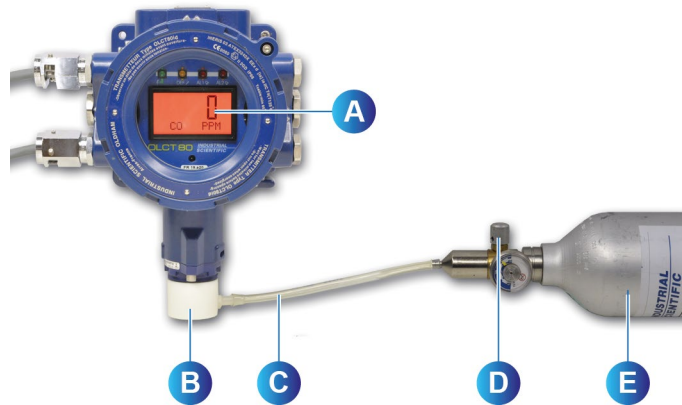

图 59: 测试零点
2. 将校准罩放在探头上 (图 59, B)。
3. 使用一根软管(图 59, C)，将校准罩连接到清洁空气瓶 (图 59, E)。
4. 打开清洁空气瓶上的阀门 (OLCT 型号的流速为 30-60 l/h，OLCT IR 型号为 60-120 l/h) (图 59, D)。
5. 读数稳定后 (约 2 分钟后) 读取检测器的显示值(图 59, A)。
1. 零点测试后，使用一根软管 (图 59, C)将校准罩连接到校准气瓶 (图 59, E)。
2. 打开校准气瓶上的阀门(图 59, D) (OLCT 型号的流速为 30-60 l/h，OLCT IR 型号为 60-120 l/h)。
5. 关闭气瓶的阀门(图 59, D) 并取下校准罩 (图 59, B)。等到测量读数归零，然后按 IR20 遥控器上的 ESC 退出测试菜单。这样就完成了零位和气体敏感性测试程序。现在可以使用检测器了。